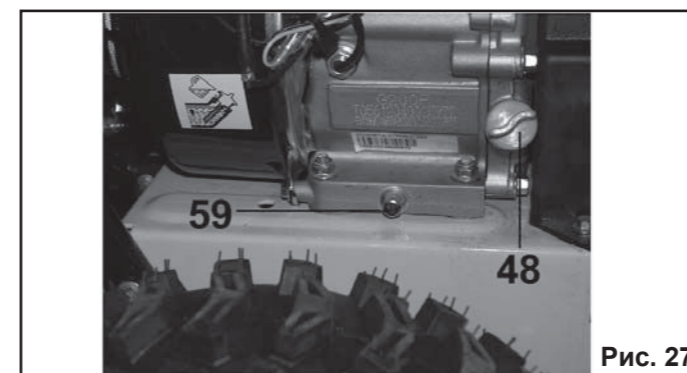

Рис. 27
9.3. Замена масла в двигателе (Рис.27).